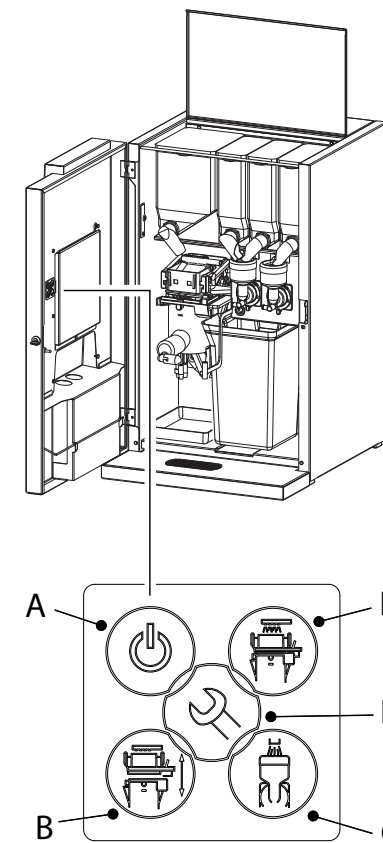

Fig. 23
- Das Bedienungsfeld an der Türinnenseite (Abb. 23) ist u.a. für den Operator bestimmt, um in das Operatormenü und Service menü zu gelangen (nur mit PIN-Code).
1. Behälter nach vorne aus dem Gerät nehmen (Abb. 23).